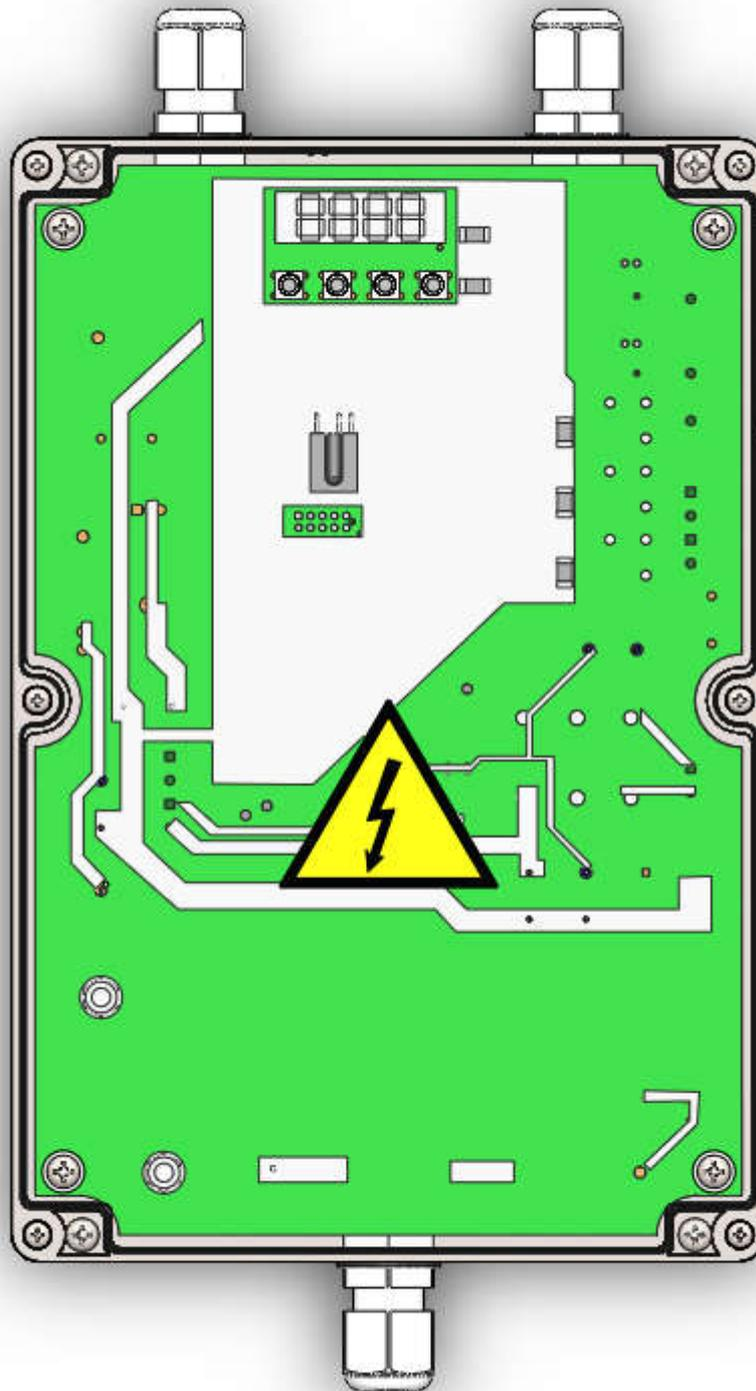

Рис. 2
3.2.1 Устройство смонтировано в прямоугольном пластиковом корпусе имеющим размеры: ширина – 240 мм, высота – 90 мм, глубина – 160 мм. Внешний вид Устройства приведен на рис. 2.